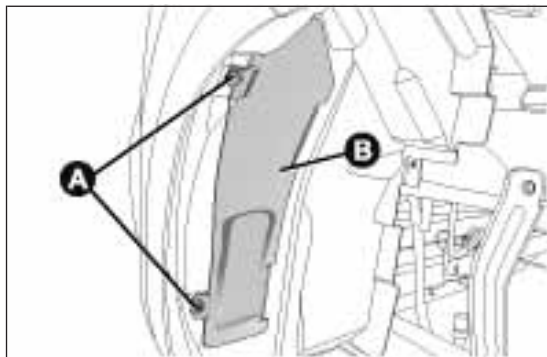

fig. 118
- ☐ actuar en las lengüetas A fig. 118 y retirar la tapa B;